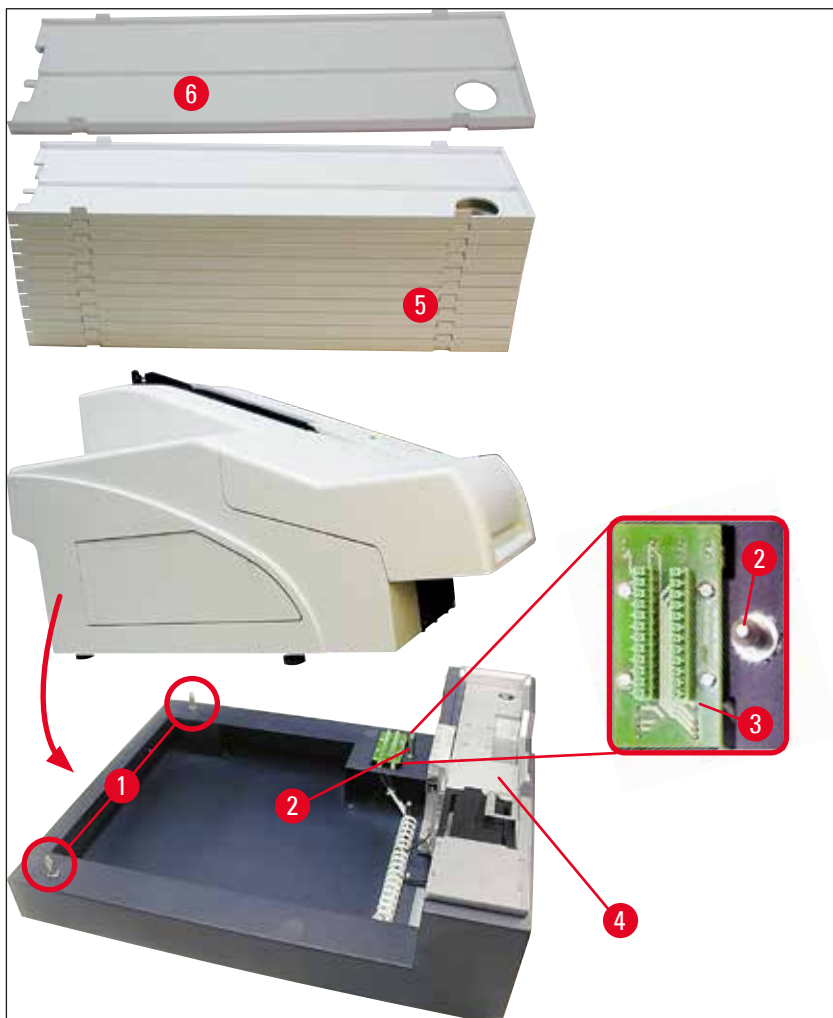

Fig. 15
3. Segure a impressora em ambos os lados (direito e esquerdo) e a coloque de modo que os dois parafusos traseiros (→ "Fig. 15-1") encaixem na placa de base primeiro, como mostrado em (→ "Fig. 15").